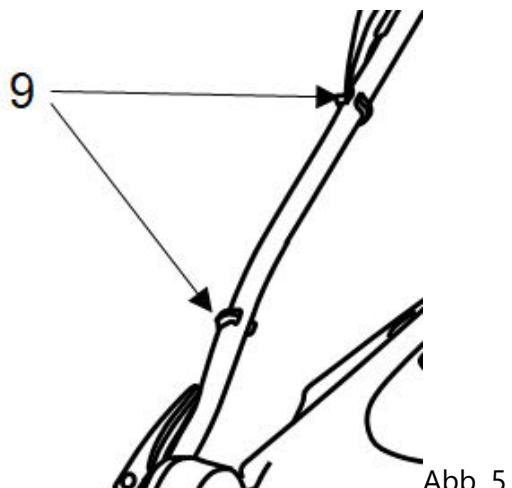

Abb. 5
- 4) Befestigen Sie die Kabelhalter am Griff (Abb. 5).